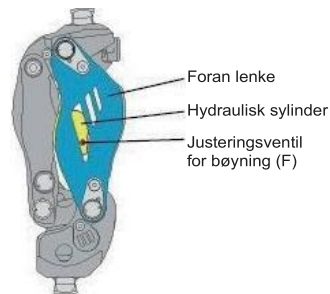
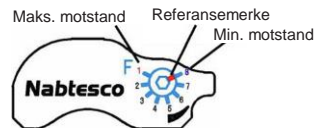

Fig. 11 Plasseringen av bøyingsjusteringsventilen
Fig. 12 Gradert skala for justering av bøyingsventilen
Juster først fleksjonsmotstanden. Som vist i fig. 11 er bøyingsjusteringsventilen (F) plassert til høyre sett fra brukeren. Som vist i fig. 12 er skalaen gradert fra "1" til "8". "1" tilsvarer den høyeste hydrauliske motstanden, og "8" tilsvarer den laveste. (Referanse) Fabrikkinnstilling: "8" Bruk en 2 mm sekskantnøkkel for å justere ventilen. Sett inn skiftenekkelen fra det laveste hullet i frontleddets sideflate.